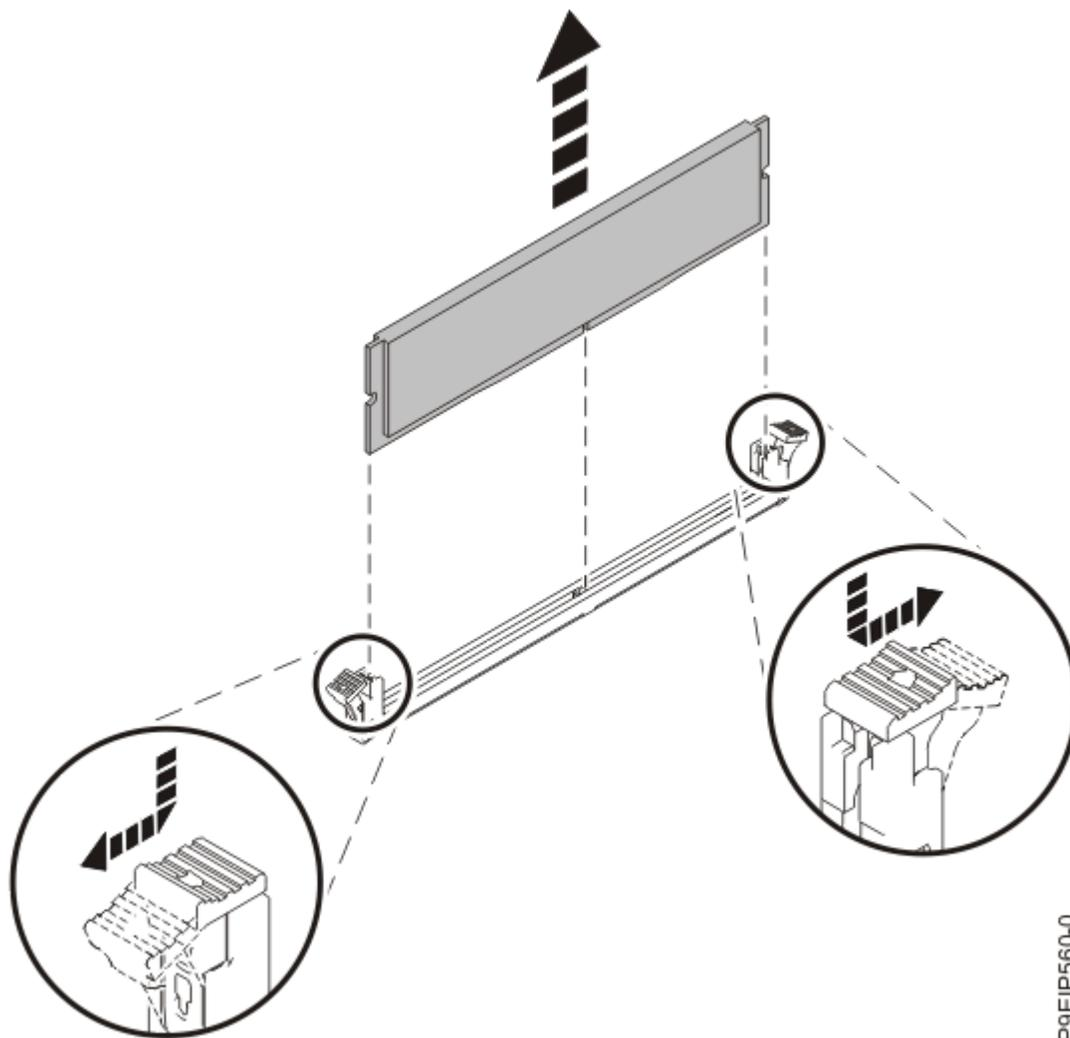

図 20: メモリー DIMM の取り外し
- b) 両方のロックング・タブを同時にメモリー DIMM の外側 (24 ページの図 20 に示す方向) に押して、メモリー DIMM をアンロックします。必ず、両方のタブを同時にアンロックしてください。タブを開くと、レバーの働きでメモリー DIMM がスロットから押し出されます。